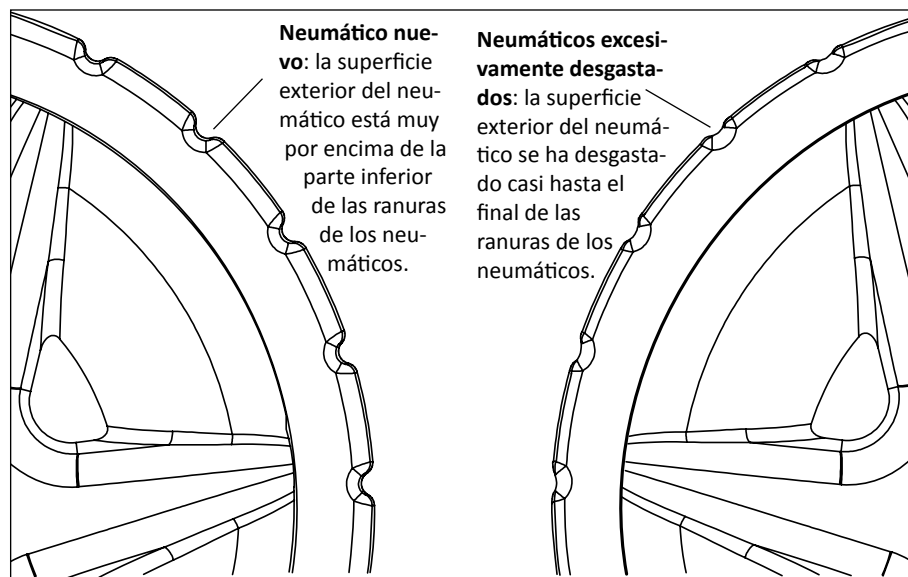

Figura 14: comparativa de desgaste del neumático
- Los neumáticos no estén excesivamente gastados. Véase la **Figura 14** en la siguiente página.
Tras un uso prolongado, es posible que deba sustituir los neumáticos de goma del limpiafondos de succión lateral de piscina 'LIL REBEL®'. Cuando la superficie del neumático se ha desgastado por las ranuras del neumático, deberá sustituirlo. Véase la Figura 14.